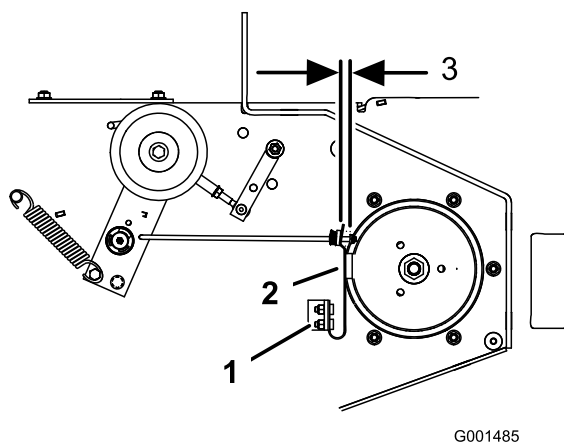

Figure 59
3. Le cas échéant, ajustez les boulons de fixation de ressort de sorte que la plaquette de frein de lame frotte contre les deux côtés de la gorge de la poulie (Figure 59).
4. Ajustez l'écrou à l'extrémité de la tige de frein jusqu'à ce que l'écrou et l'entretoise soient espacés de 3 à 5 mm (1/8 à 3/16 po) (Figure 59).